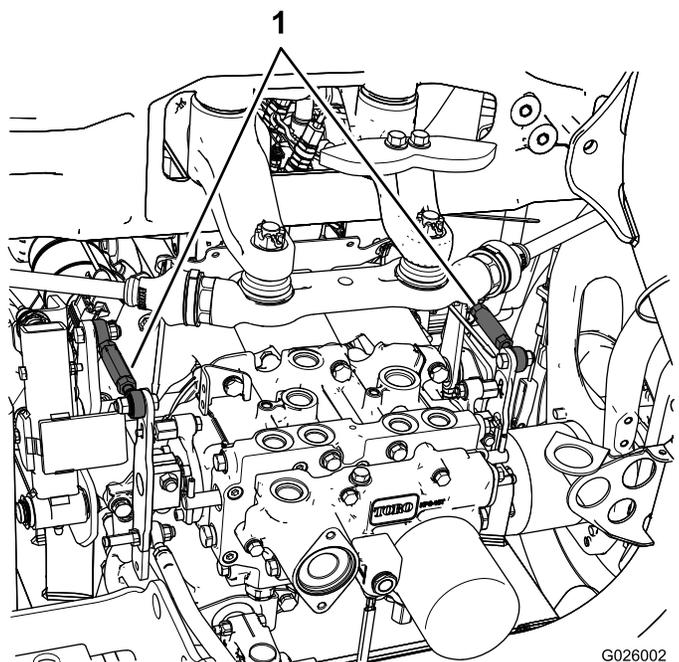

Figure 48
- Si la roue arrière gauche tourne, desserrez les écrous de blocage sur la tige de commande de transmission gauche (Figure 48).